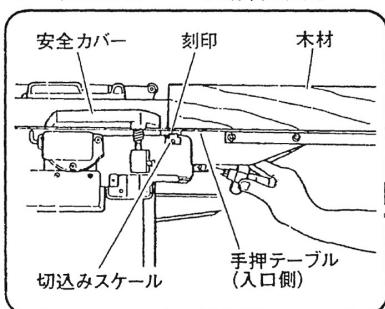
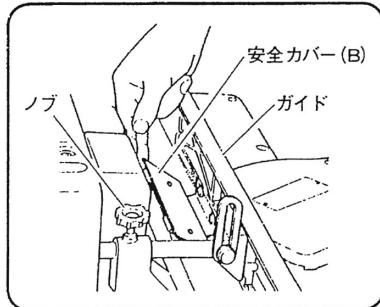

図 13
図 15
手押テーブル部のかんな刃を覆う安全カバー（図 13 参照）および、手押ガイド裏側のかんな刃を覆う安全カバー（B）（図 15 参照）は、身体がかんな刃に触れるのを防ぐものです。必ずかんな刃を覆うよう滑らかに動くことを確認してください。
- (1) スイッチを入れる前に手押テーブル（入口側）の刻印を切込みスケール 0 の位置にします。
- (2) 木材を手押テーブル面上ですべらせ、安全カバーが滑らかに動くことを確認してください。
- (図 13)
- (1) 加工する木材の大きさによってガイドを移動すると刃物を有効に使用できます。
- (2) 前後 2 か所のノブをゆるめ、ご希望の位置にガイドを移動しノブで固定します。
- (3) 露出しているかんな刃をガイドに付いている安全カバー(B)で覆います。 (図 15)
(2) ガイド固定用のノブをゆるめ、ガイドをはずします。(図15参照)